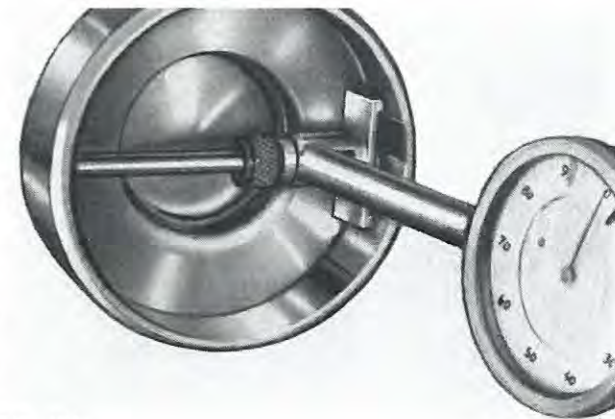

Fig. 101
- Le diamètre de l'axe doit être 29,99 + 30,00 mm. et n'est pas rectifiable. Le logement du groupe centrifuge ne doit pas présenter de rugosités ou des aspérités. Diamètre 100,0 + 100,1 mm. - Erreur maxi. d'ovalisation tolérable: 0,05 mm. (Fig. 101).
- Shaft diameter must be 29,99+30,00 mm. and is not to be ground. Centrifugal unit housing must have a smooth surface free from projecting burrs and roughness. Housing diameter is 100,0+100,1 mm. Out-of-round limit is 0,05 mm. (Fig. 101).
- Der Durchmesser der Welle beträgt 29,99+30,00 mm und darf nicht geschliffen werden. Der Sitz des Fliehkraftelementes muß riefenfrei und glatt sein. Durchmesser 100,0+101,1 mm. Höchste Unrundheit 0,05 mm (Abb. 101).